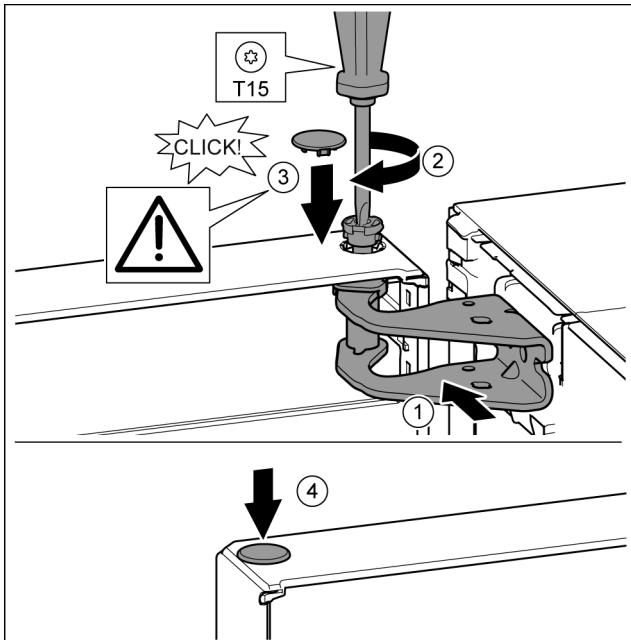

Fig. 20
- Вирівняйте дверцята зверху по отвору в опорному кронштейні. Fig. 20 (1)
- Вставте палець та закрутіть за допомогою викрутки T15. Fig. 20 (2)
- Встановіть захисну кришку для захисту дверцят: вставте захисну кришку і проконтрольуйте, щоб вона прилягала до дверцят. Якщо це не так, повністю вставте палець. Fig. 20 (3)
- Вставте пробку. Fig. 20 (4)